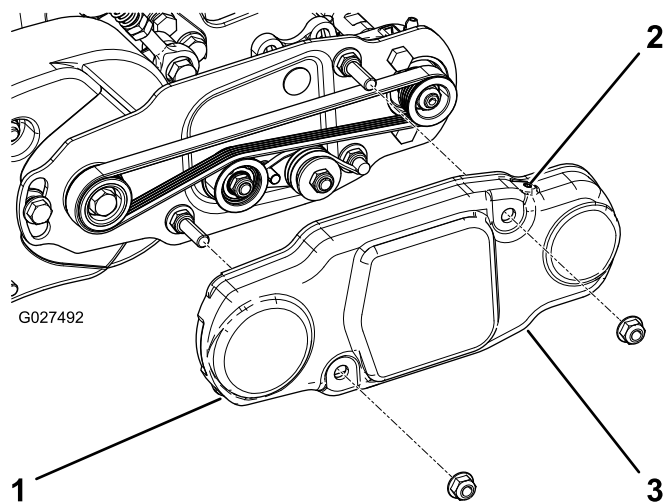

图16
2. 将皮带罩滑动到安装螺栓上，并用 2 个凸缘螺母固定皮带罩（图16）。